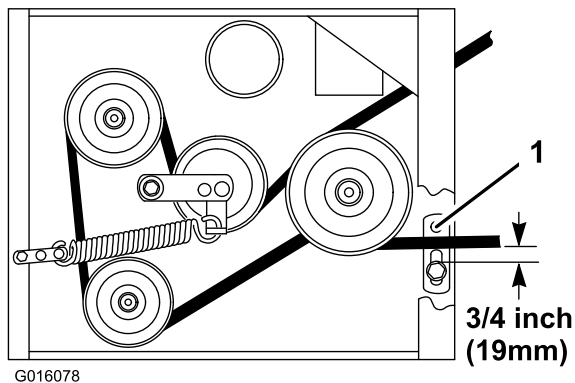

Рисунок 48
8. Проверьте правильность регулировки направляющей ремня под рамой двигателя (Рисунок 48).
Примечание: Когда ремень газонокосилки задействован, убедитесь, что расстояние между направляющей ремня и ремнем газонокосилки составляет 19 мм (Рисунок 48). При необходимости отрегулируйте направляющую ремня газонокосилки. Недействующий ремень не должен провисать или спадать со шкива при правильной регулировке направляющих.